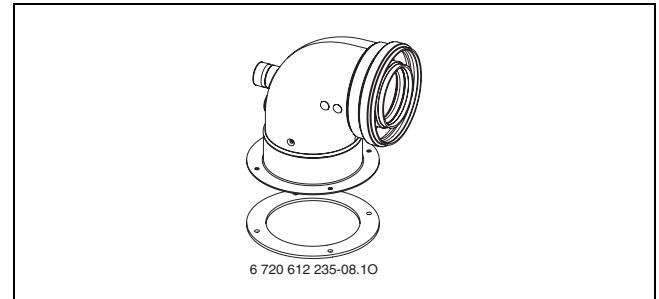

Bild 1 Verbindungsbogen Ø 60/100 mm (7 716 050 161)
- Adapter Doppelrohr-Verbindungsbogen Ø 60/100 mm (→ Bild 1)